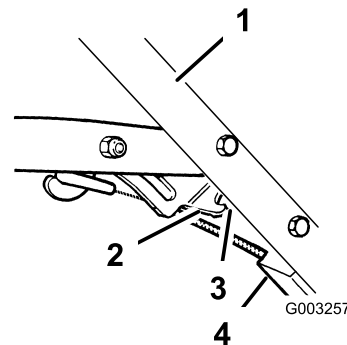

Figure 30
- A. Desserrez l'écrou sur le support du câble (Figure 30).
- B. Insérez un petit objet de 5 à 6 mm (3/16 à 1/4 po) entre le levier de frein et le guidon (Figure 30).
- C. Tirez sur la gaine du câble jusqu'à ce que le câble soit tendu (Figure 30).